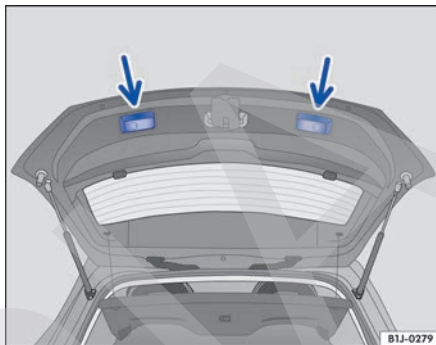

Fig. 63 Portón del maletero abierto: cavidades (flechas) para tirar hacia abajo.
- Agarre el portón del maletero por una de las cavidades de su guarnecido interior → fig. 63 (flechas).